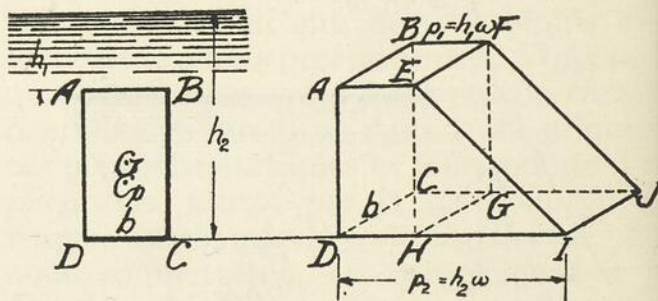

FIG. 8
a) Rectangle ABCD vertical, situé à une profondeur h₁ en contre-bas du niveau de surface libre (Voir Fig. 8).